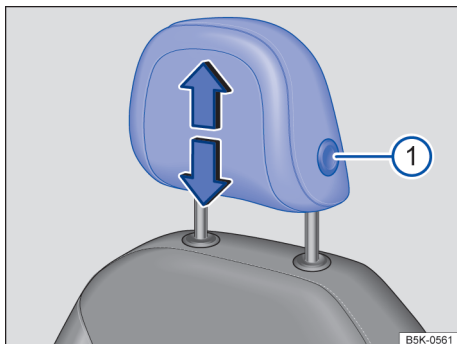
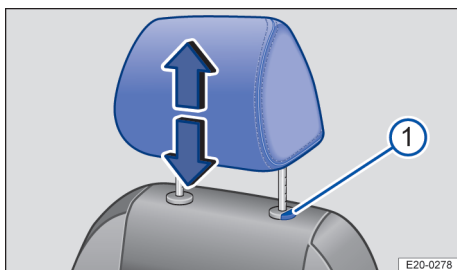

Fig. 72 En el asiento delantero: Ajustar el apoyacabezas (variante 1).
Fig. 73 En el asiento delantero: Ajustar el apoyacabezas (variante 2).
1. Suba o baje el apoyacabezas presionando al mismo tiempo la tecla → fig. 72 ❶ o → fig. 73 ❶.